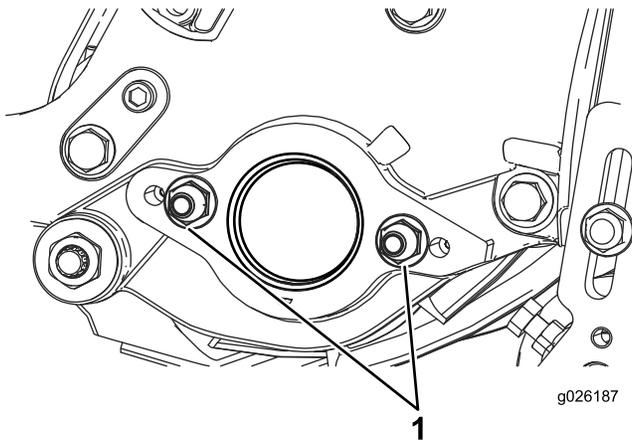

Bild 7
2. Entfernen Sie die zwei Sicherungsmuttern von der rechten Seitenplatte (Bild 7).
1. Sicherungsmutter (2)
4. Schrauben Sie die zwei Sicherungsmuttern für den Spindelmotor an der linken Seitenplatte des Mähwerks fest (Bild 7).